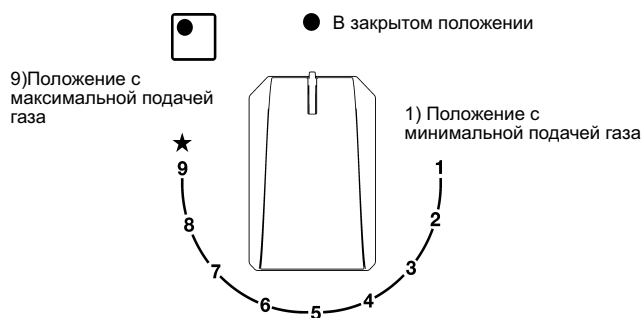

РИС. 1
Нажмите и поверните против часовой стрелки ручку конфорки до положения большого пламени (рис. 1), затем нажмите кнопку.
Нажмите и поверните ручку, соответствующую требуемой горелке, в направлении против часовой стрелки, пока она не достигнет положения полного заполнения  (позиция 9, рис. 1), затем нажмите ручку, кран оборудован шкалой из 9 позиций, при каждой нажатии пламя уменьшается до тех пор, пока вы не достигнете положения 1, т.е. минимальной подачи газа.
Для розжига конфорок, оснащенных системой «газ-контроль», следует повернуть против часовой стрелки ручку конфорки до положения большого пламени (рис. 1) (до упора). Затем нажмите ручку и произведите розжиг, как описано выше.
- После закипания переведите ручку в положение малого пламени (рис. 1).
- розжиг конфорок с предохранительной термопарой (системой «газ-контроль») можно произвести только если ручка установлена в положение Максимум (9 местоположение большое пламя рис. 1).